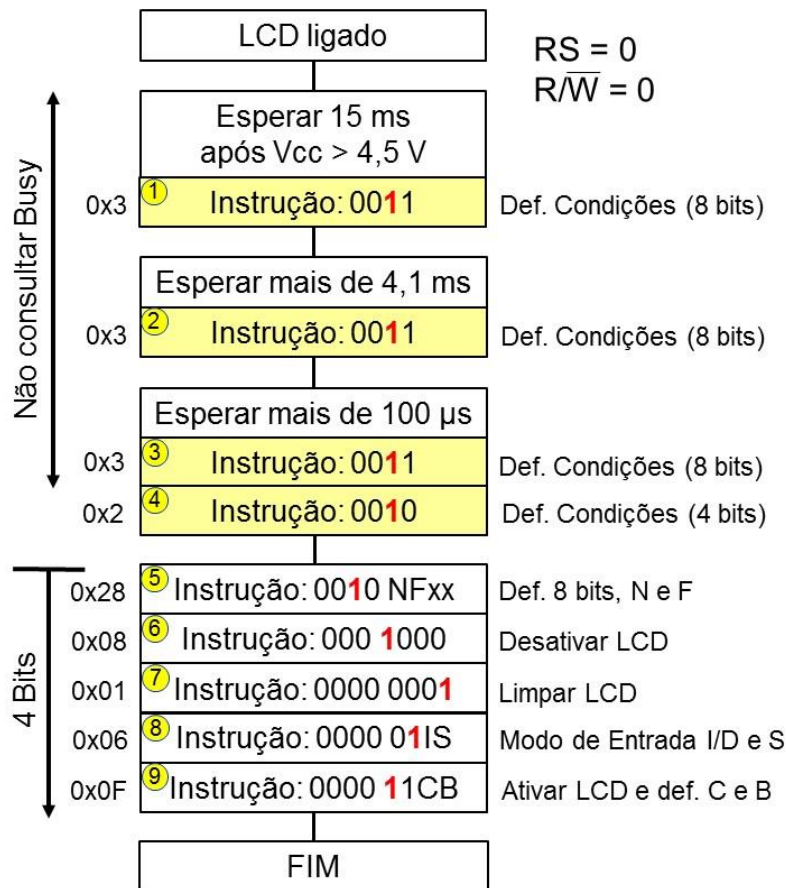

Figura 12. Inicialização do mostrador LCD via software para barramento de 4 bits.
- Escreva uma função específica para inicializar o LCD no modo de 4 bits (figura 12).